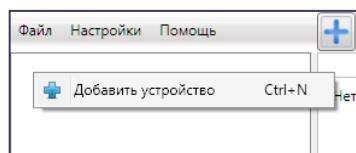

Рис. 4.5. Регистрация контроллера вручную
- щелкните правой кнопкой мыши по свободному месту в области дерева устройств программы *Конфигуратор Профессионал* (см. п. 5) и в появившемся меню выберите *Добавить устройство* (Рис. 4.5);